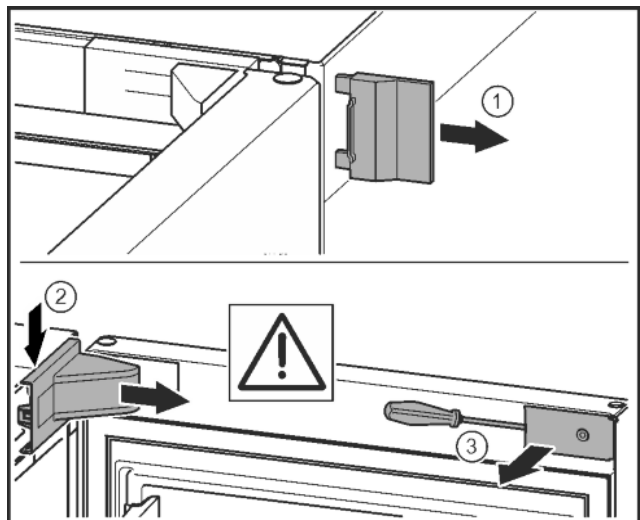

Fig. 11*
- Retirer le cache extérieur.* *Fig. 11 (1)*
- Détacher et libérer le cache du support de palier. Retirer le cache du support de palier.* *Fig. 11 (2)*
- Dégager le cache avec le tournevis et l'incliner sur le côté.* *Fig. 11 (3)*